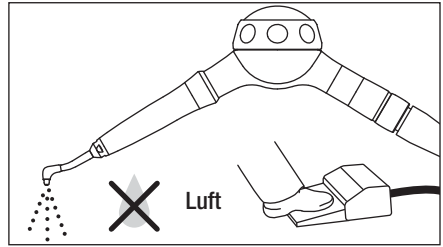

Abb. 6
- 2) Nur mit Luft im Leerlauf betreiben, um Wasser und Pulver aus dem Inneren zu entfernen. (Abb. 6)